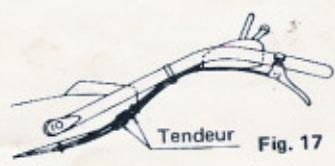

Fig. 17
**(7) Réglages des câbles**
- A la longue, les câbles d'embrayage s'allongent et le mécanisme ne répond plus, aussi convient-il de retendre ces câbles. (fig. 17)